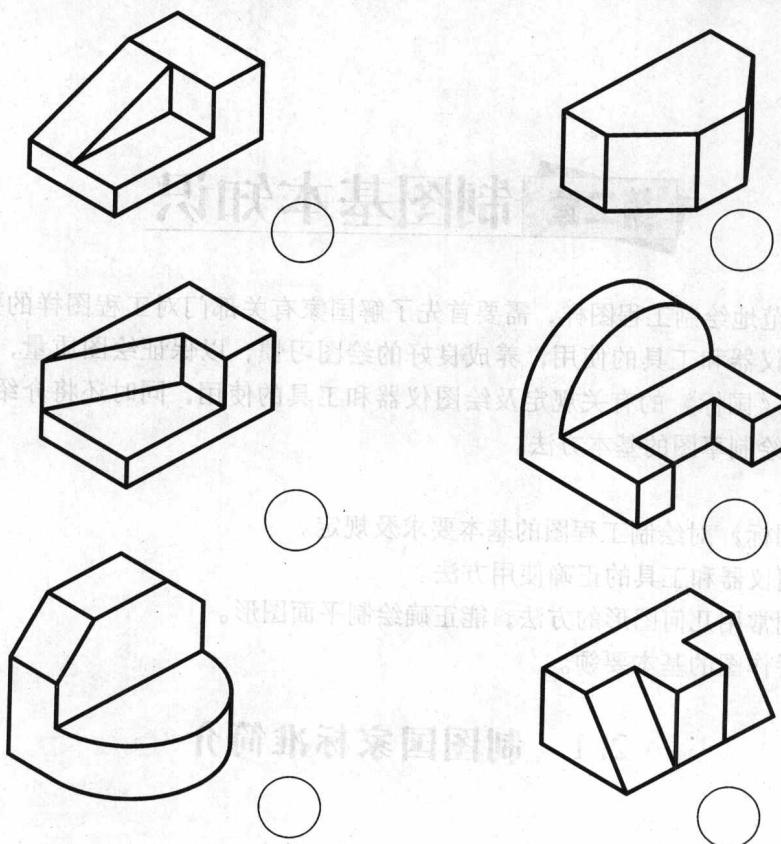

图 1-8 根据投影图选择立体图
1. 将下列图 1-8 中表示的形体，按编号填入对应的立体图圆圈中。